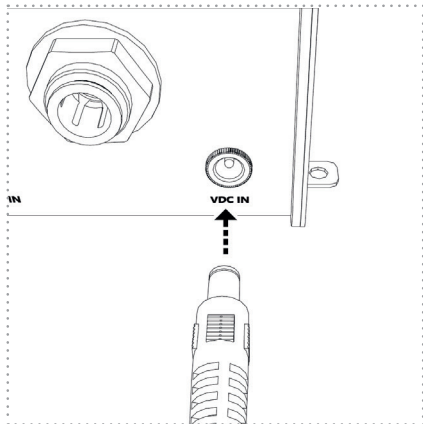

Abbildung: 21
6. Stecken Sie jetzt den Stecker des Anschlusskabels (Spannungsversorgung) in die davor vorgesehene Anschlussbuchse an der UV-Einheit (Abbildung 21).